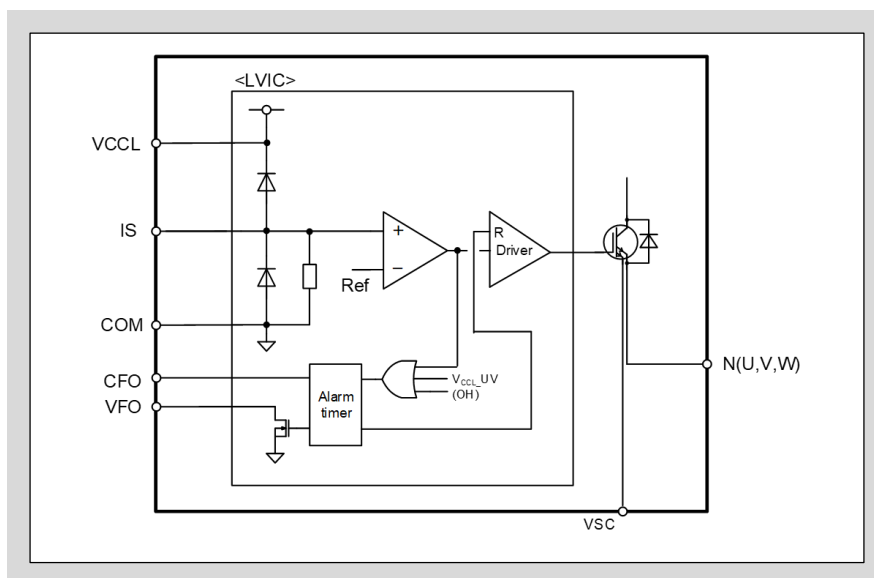
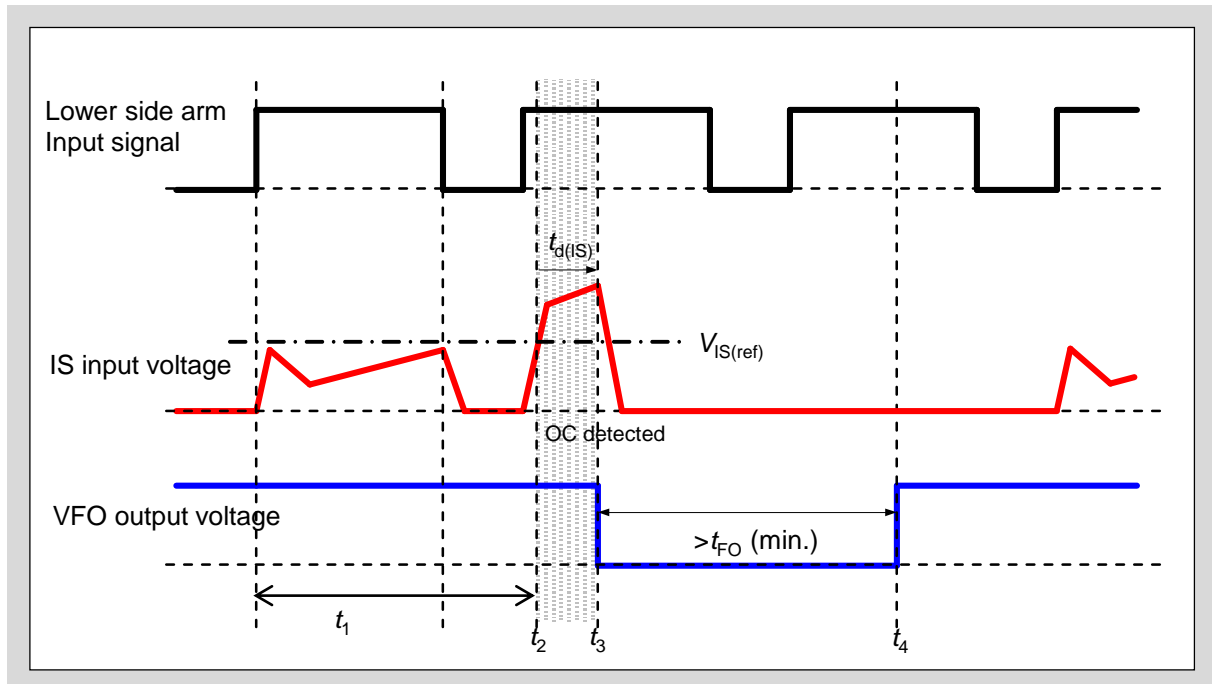

図3-19 過電流検出 IS端子回路図
図3-20 過電流保護動作シーケンス
- 図3-19に過電流検出入力のIS端子回路ブロック、図3-20に過電流保護動作シーケンスを示します。
- 図3-19に示すようにVCCL-ISとIS-COM端子間にダイオードが接続されています。このダイオードは、本製品をサージ入力から保護するためのものであるため、電圧クランプダイオードとして使用しないでください。本製品が破壊する恐れがあります。